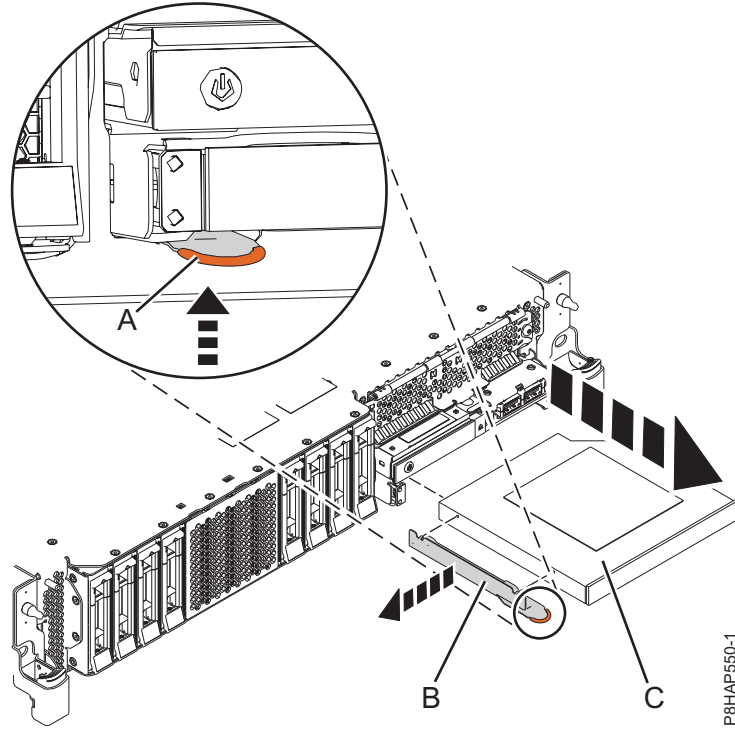
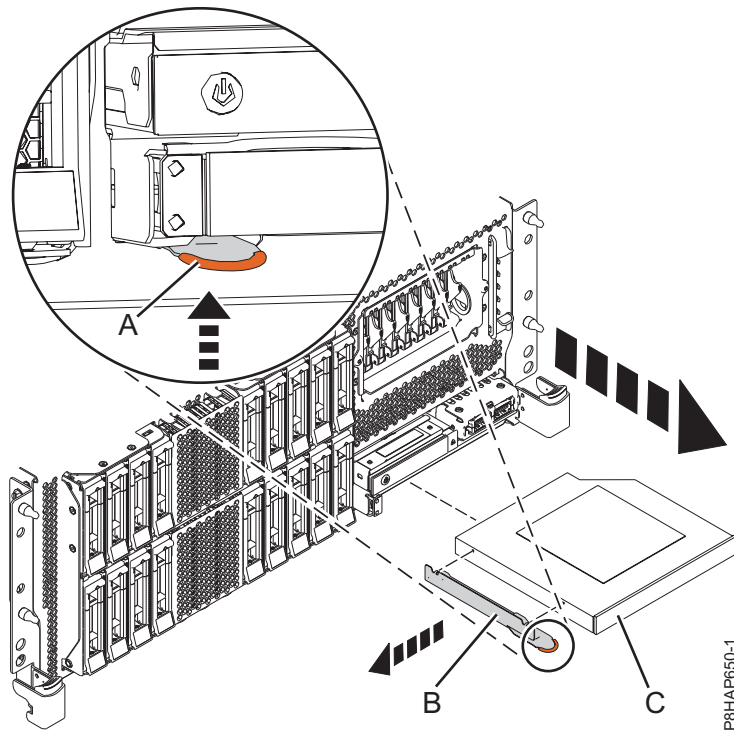
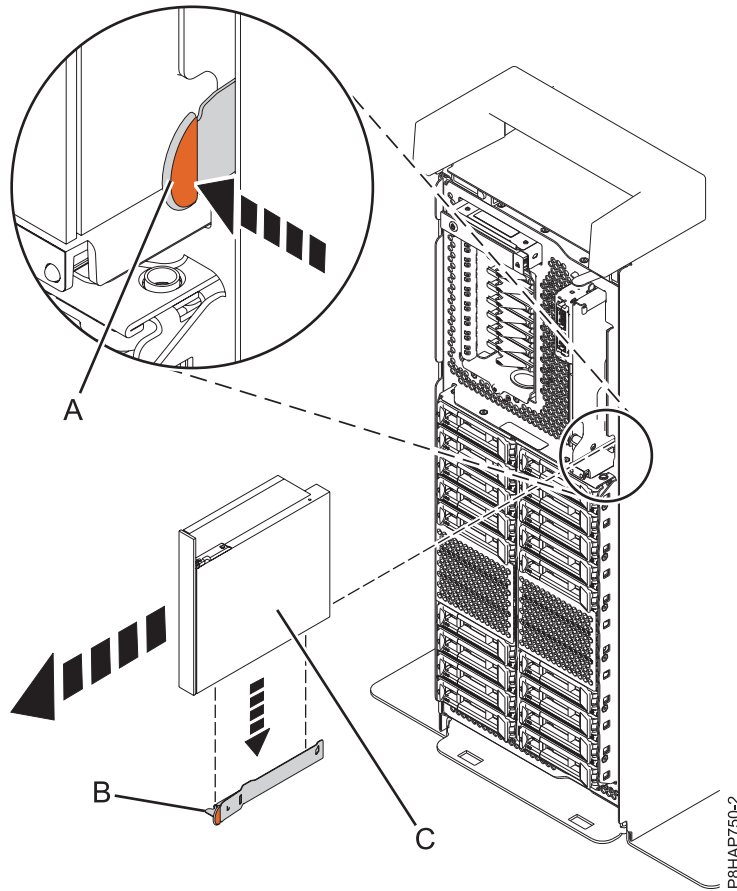

Figura 39. Extracción de un dispositivo de soporte extraplano de un sistema 8284-21A o 8284-22A
Figura 40. Extracción de un dispositivo de soporte extraplano de un sistema 8286-41A o 8286-42A montado en bastidor
Figura 41. Extracción del dispositivo de soporte extraplano de un sistema autónomo
Para un sistema 8284-21A o 8284-22A, consulte la Figura 39 en la página 49; para un sistema 8286-41A o 8286-42A montado en bastidor, consulte la Figura 40 en la página 49; o bien, para un sistema 8286-41A autónomo, consulte la Figura 41 en la página 50.
6. Tire del dispositivo de soporte extraplano de (C) para extraerlo del sistema, en la dirección que se muestra en la Figura 39 en la página 49, la Figura 40 en la página 49 o la Figura 41.
7. Si va a extraer el dispositivo de soporte extraplano como parte de otro procedimiento de servicio, no extraiga la abrazadera de retención (B) del dispositivo de soporte extraplano.
8. Si está extrayendo el dispositivo de soporte extraplano anómalo y sustituyéndolo por un nuevo dispositivo de soporte extraplano, debe extraer la abrazadera de retención (B) para utilizarla con el nuevo dispositivo de soporte. Extraiga la abrazadera de retención sujetándola por el punto de contacto de color terracota y tirando hacia fuera del dispositivo de soporte como se muestra en la Figura 39 en la página 49, la Figura 40 en la página 49 o la Figura 41.
9. Guarde la abrazadera de retención (B) en un lugar seguro.